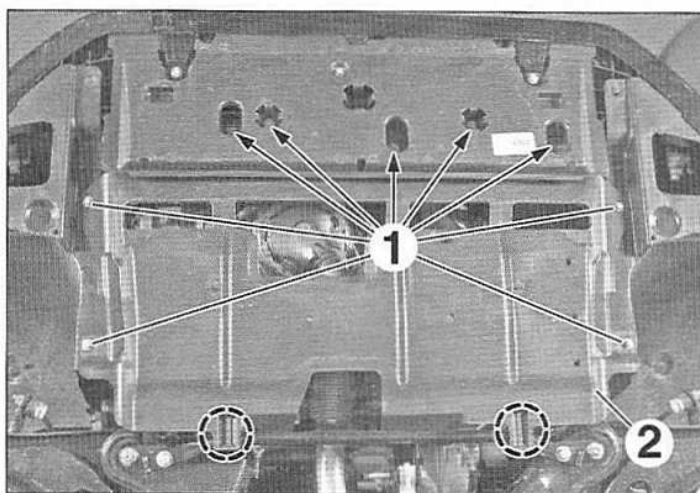
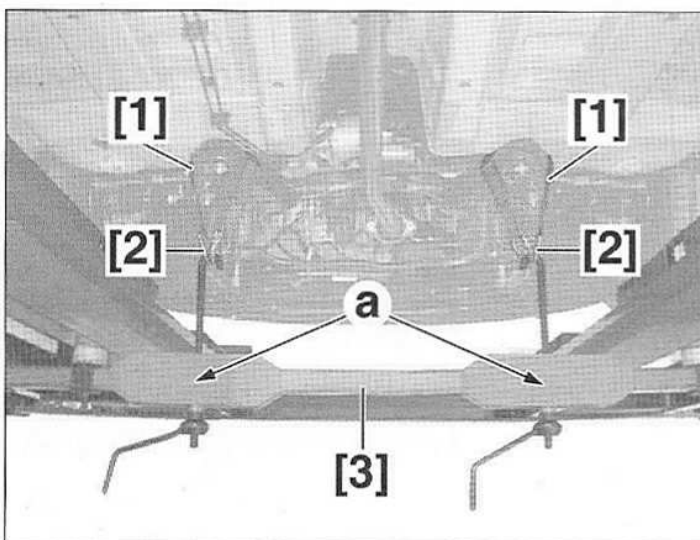

FIG.1
FIG.2
- Selon équipement, déposer les vis (1) (Fig.1).
- Dégrafer et déposer la protection sous moteur (2).
- Placer les outils [1] et [2] autour des extrémités du berceau (Fig.2).